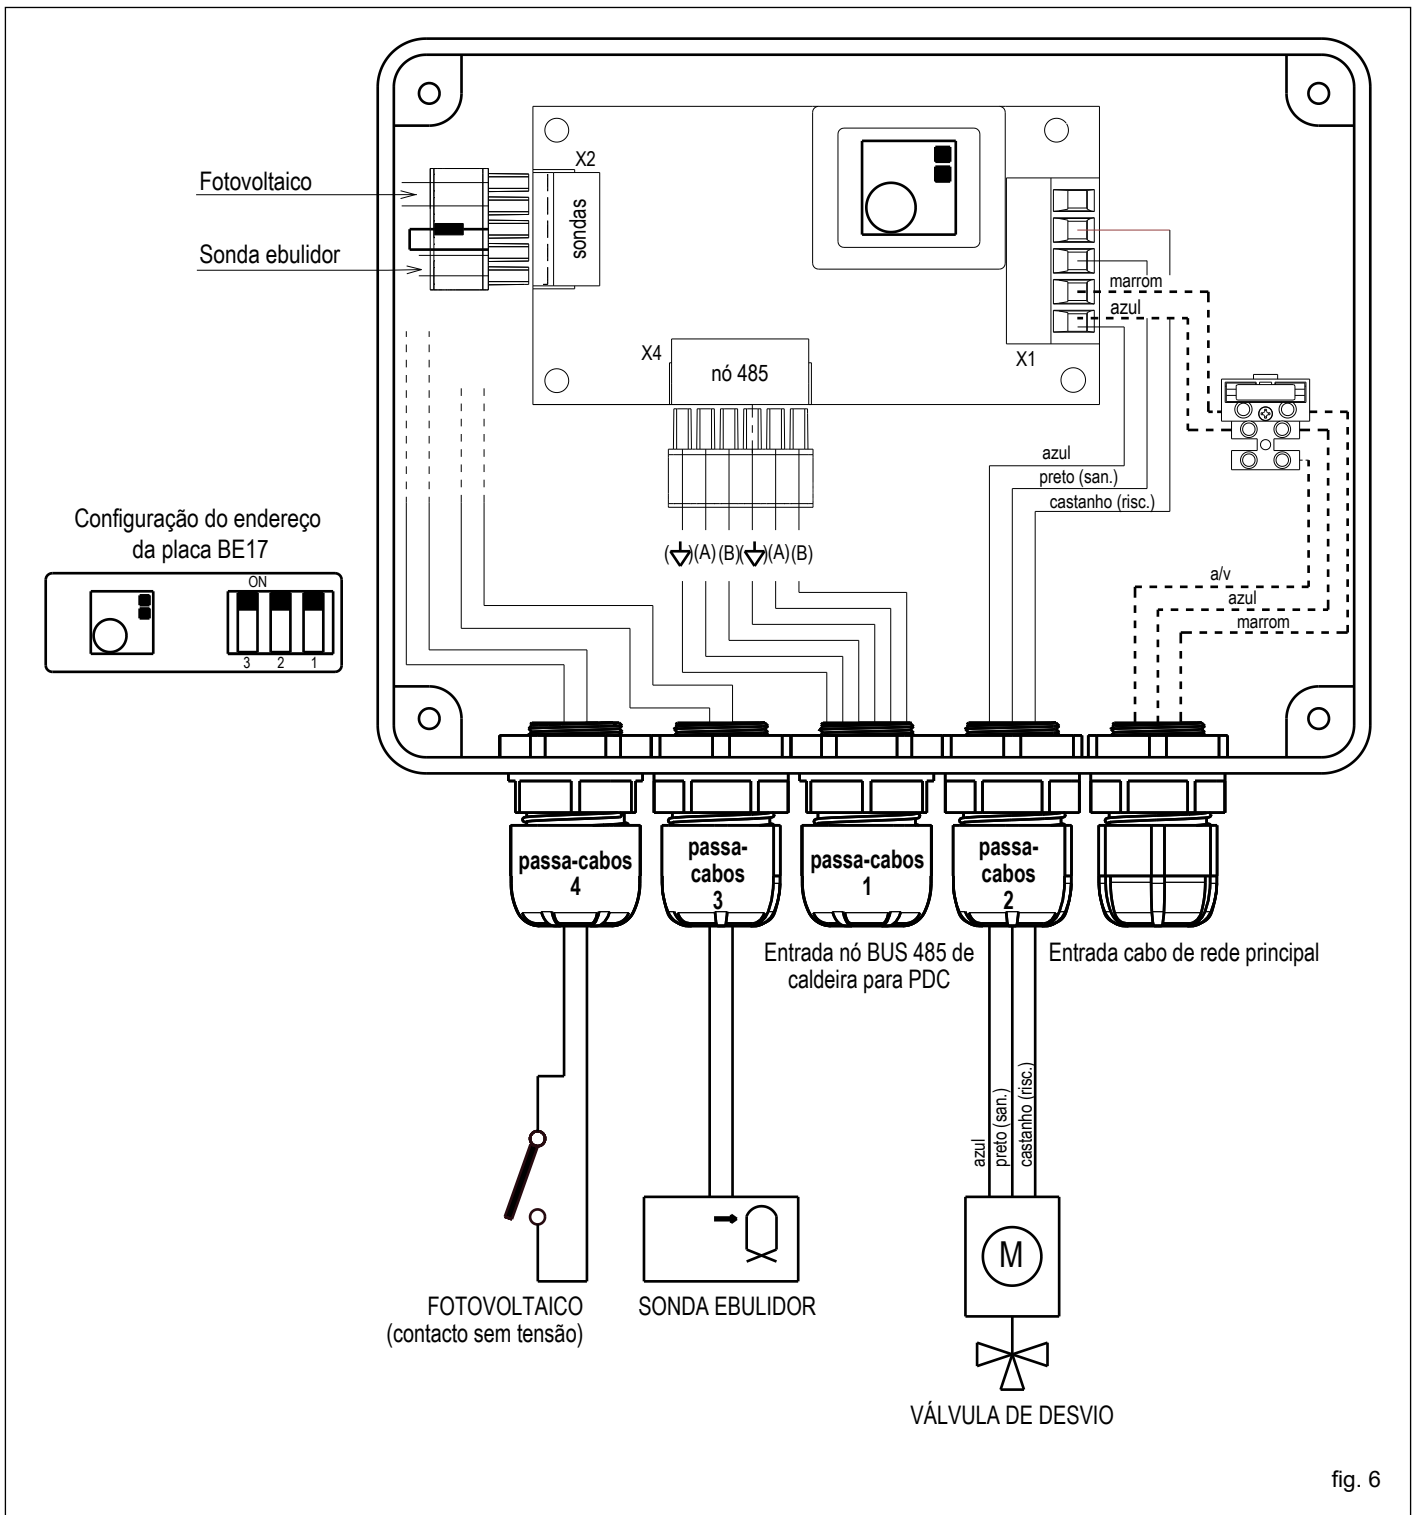

fig. 6
- Inserir os parafusos nos 2 orifícios pré-perfurados (A), conforme indicado na figura.
- ⚠ Para as ligações, consultar o esquema elétrico (fig. 6).
- Ligar ao conector de 6 polos **X4** da placa eletrônica BE17 os cabos BUS de comunicação do sistema (L_{máx} = 30 m) conforme indicado no esquema elétrico depois de os inserir no **passa-cabo 1** (fig. 6).
- Ligar ao conector de 5 polos X1 a cablagem de ligação da válvula misturadora fornecida depois de a inserir no **passa-cabo 2** (fig. 6).
- Ligar ao conector de 5 polos **X2** o cabo da sonda fornecido depois de o inserir no **passa-cabo 3**, consultar o esquema elétrico (fig. 6).
- ligar os 2 fios provenientes do sistema fotovoltaico (contacto limpo sem tensão) ao conector de 5 polos **X2** conforme mostrado no esquema elétrico (fig. 6) depois de o inserir no **passa-cabo 4**.